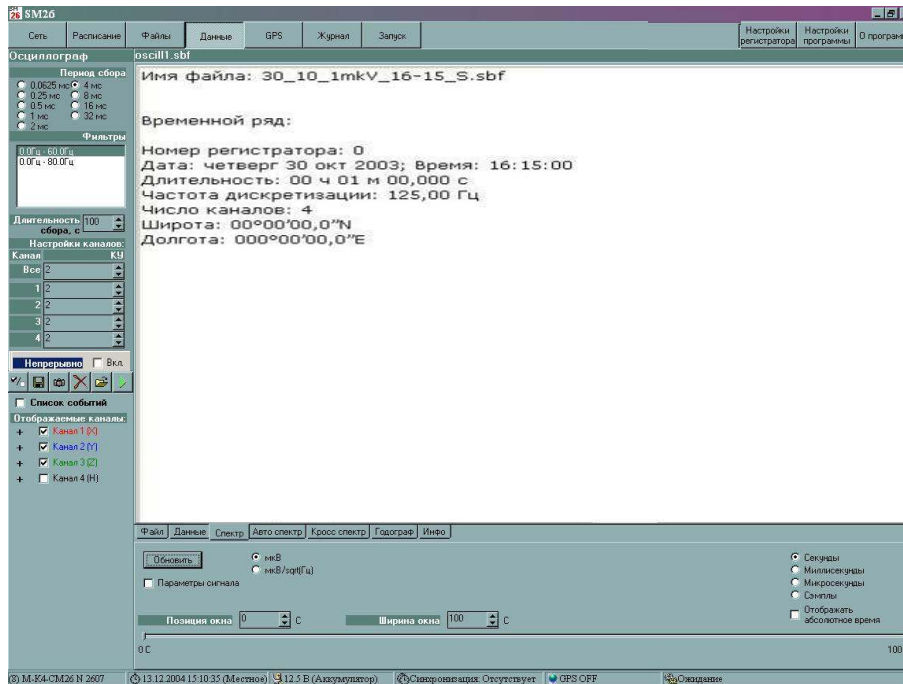

Рисунок 3.14 - Вкладка «Данные-Инфо»
- Вкладка **Данные-Инфо** (рисунок 3.14) содержит информацию о файле данных: